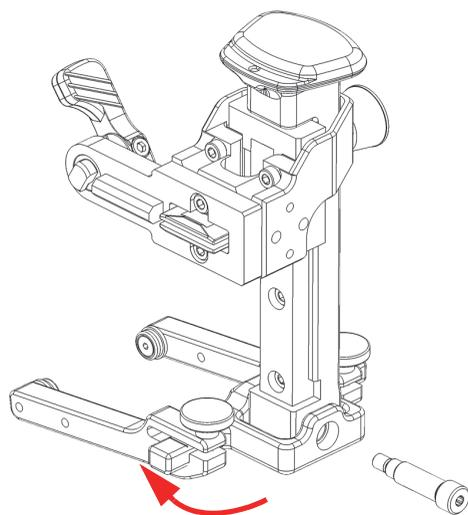

図 2-24 ヨークピボットビームの左右反転
6. ヨークピボットビームを 180 度回転し、SLA レールにスライドさせて戻します (52 ページの図 2-24)。